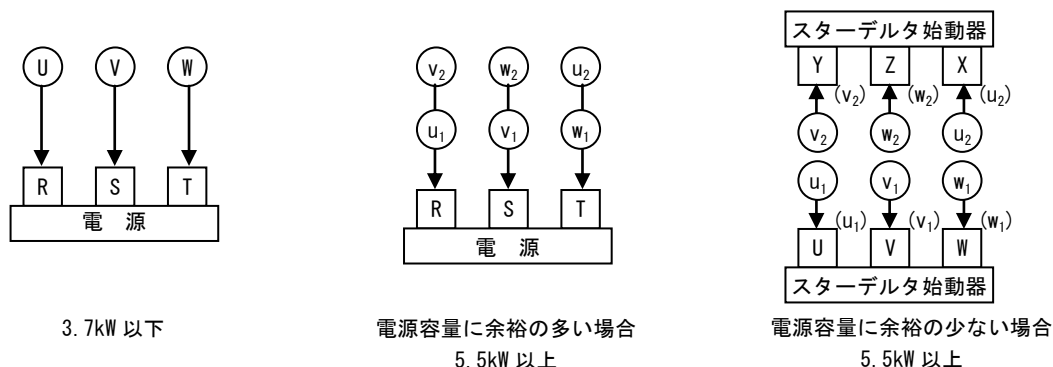

図 10 : 配線接続図
- (1) 配線は図 10 または電動機のターミナルボックス内ぶたに表示された結線図または電動機に附